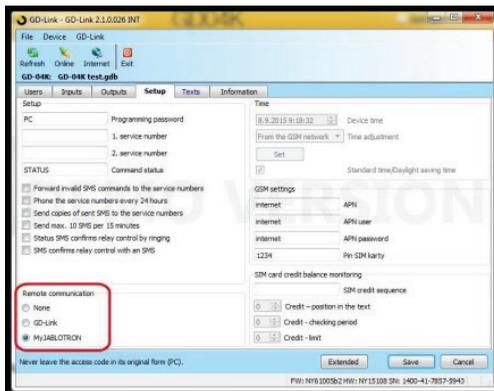

Figura 2
Para realizar el acceso remoto y los ajustes posteriores utilizando el GD -Link SW es necesario habilitar una de las siguientes opciones. Consulte Settings → Remote communication, y aquí establecer GD-Link o MyJABLOTRON (ver figura 2).
1. Utilizando el SW GD-Link SW, abra los ajustes y en el apartado “Remote communication” seleccione el parámetro MyJABLOTRON (ver figura 2).